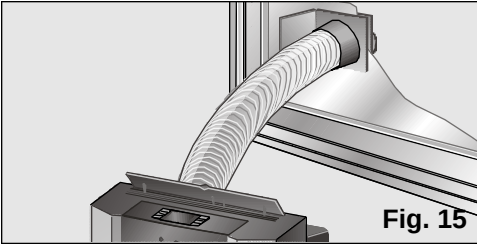

Fig. 15
- ❑ En el caso de instalación fija a través de ventana, sólo se utiliza la pieza terminal transparente del accesorio y es necesario realizar un agujero en el cristal de un diámetro de 10,5 cm, **Fig. 15**.